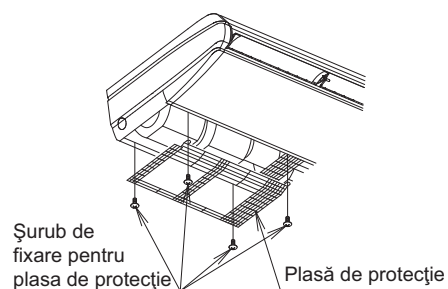
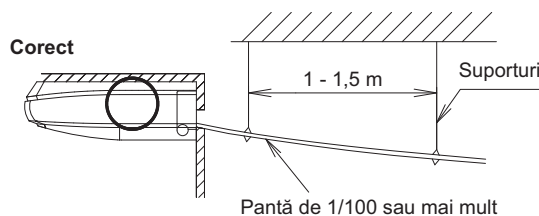
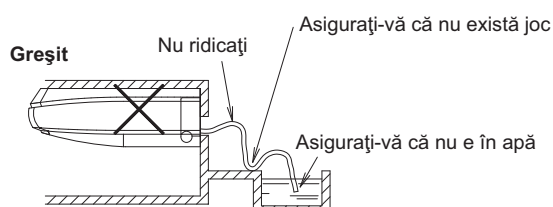

Fig. 22
Fig. 23
Fig. 24
- Când instalați tubulatura de golire pe partea din stânga spate/stânga, îndepărtați plasa de protecție. Apoi, scoateți capacul ștuțului de golire și materialul de izolație aplicat pe ștuțul de golire din partea stângă și aplicați-le pe ștuțul de golire din partea dreaptă. Când faceți acest lucru, introduceți complet capacul ștuțului de golire pentru a preveni scăpările de apă. După instalarea furtunului de golire (1) (accesoriu), fixați plasa de protecție în ordinea inversă a pașilor făcuți pentru demontarea acesteia. (Consultați Fig. 22)
- Selectați diametrul tubulaturii egal cu sau mai mare decât cel al furtunului de golire (1) (accesoriu) (tubulatură din policlorură de vinil, diametru nominal 20 mm, diametru exterior 26 mm).
- Instalați tubulatura de golire cât mai scurtă posibil, cu pantă descendentă de 1/100 sau mai mare pentru a evita stagnarea aerului. (Consultați Fig. 23 și Fig. 24) (Poate cauza sunete anormale precum un zgomot de tip gâlgâit.)
- Instalați suporturile la distanțe de 1 până la 1,5 m, astfel încât tubulatura să nu se încovoie. (Consultați Fig. 23)